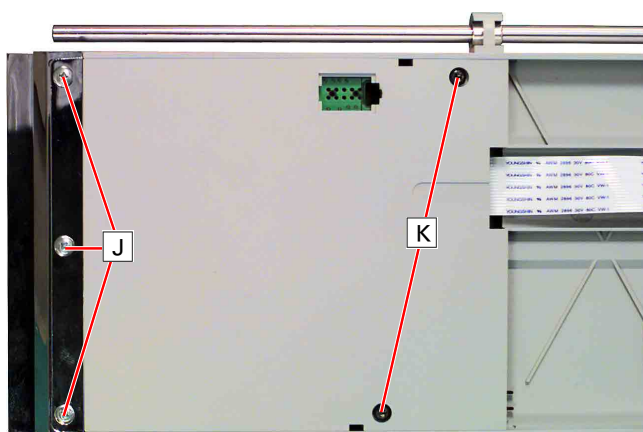

Fig. 8
**7. CD-Laufwerk-Einheit ausbauen (Fig. 8)**
**7. Removing the CD Drive Unit (Fig. 8)**